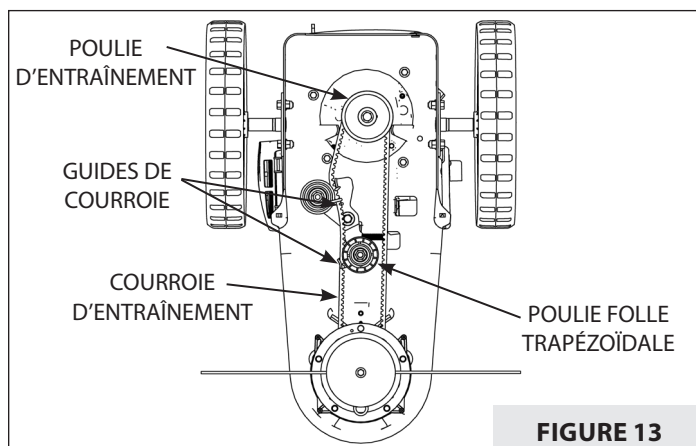

FIGURE 13
6. Vérifier le placement de la courroie d'entraînement. S'assurer que la courroie d'entraînement est à l'intérieur des guides de courroie comme sur l'illustration. **VOIR FIGURE 13.**